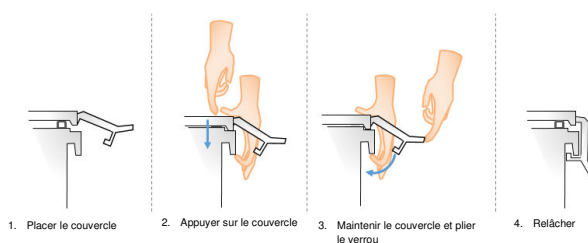

Figure 19 : Fermeture du couvercle extérieur.
- Fermez le réservoir avec les deux couvercles stériles emballés séparément. Placez d'abord le couvercle intérieur, puis le couvercle extérieur (figure 8, éléments 2 et 1). Pliez le verrou autour du bord du réservoir pour verrouiller le couvercle extérieur sur le réservoir (figure 19).